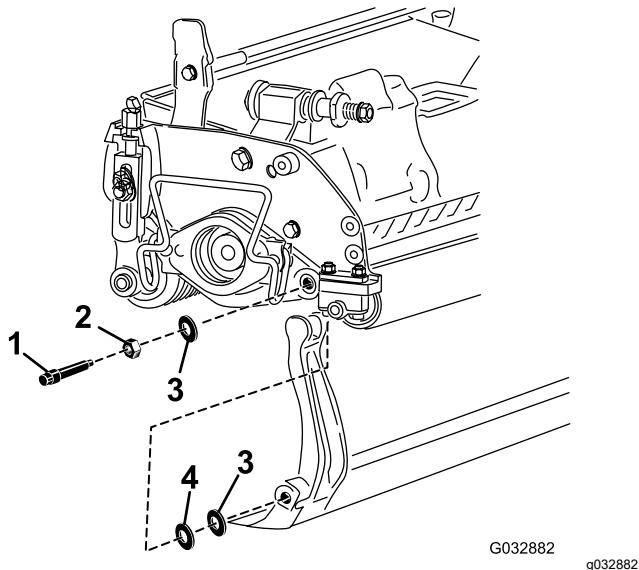

図 15
ベッドバーの両端にそれぞれナイロンワッシャ2枚とスチールワッシャが1枚ずつあるので注意する図 15。
- サイドプレートのボスの両側にナイロンワッシャを入れる。その外側からスチール製ワッシャを取り付ける図15。